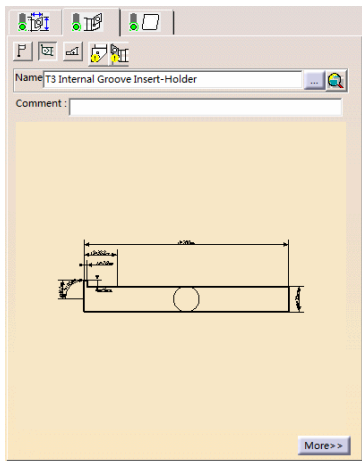

图 6-142 刀柄选项卡 (7)
- 单击刀具参数选项卡中的 ，切换到刀柄选项卡 (7)，设置刀具刀柄的参数，如图 6-142 所示。